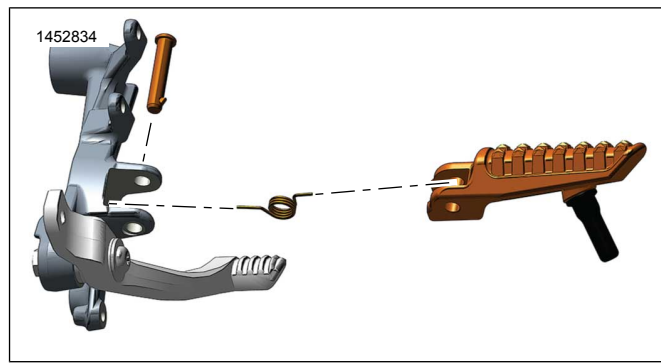
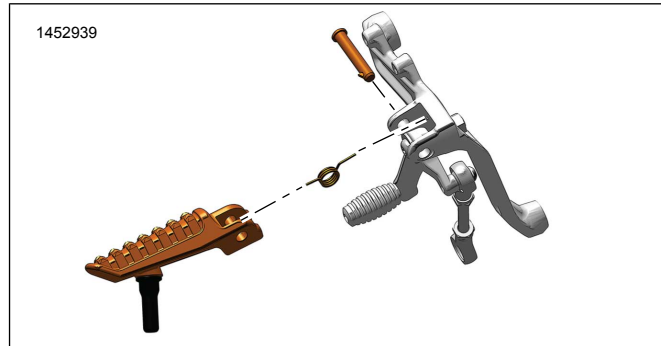

Figure 3. Marchepied - Motard - Droit
Figure 4. Marchepied - Motard - Gauche
- a. Couvrez la zone du ressort de rappel du marchepied (B) avec une serviette d'atelier.
- b. Consultez Figure 3 ou Figure 4 . En tirant l'ensemble du marchepied vers l'extérieur, retirez-le du support.